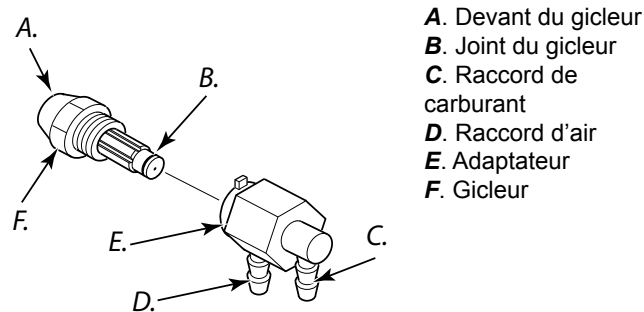

Figure 21 – Gicleur et son adaptateur.
6. Avec précaution, retirer le gicleur de son adaptateur à l'aide d'une clé à douille de CH 16 (voir figure 21).
9. Replacer le gicleur dans son adaptateur en veillant à ce qu'il soit bien en place. Serrer d'un tiers de tour supplémentaire à l'aide d'une clé à douille de CH16 de 4,5 à 5,1 Nm. Voir fig. 21.